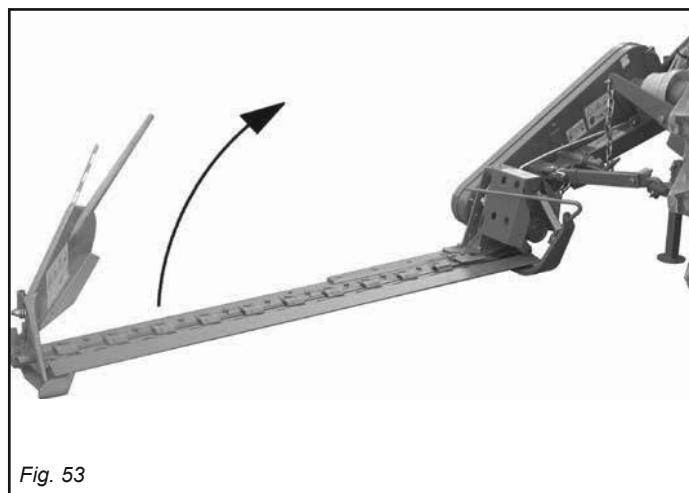

Fig. 53
- Lever la barre de coupe (Fig. 53).